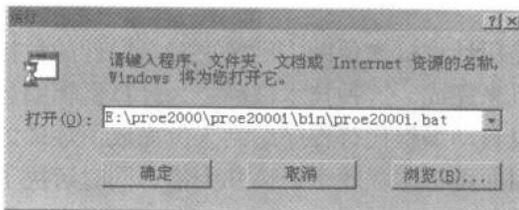

图 1-1
- 利用 Windows 操作系统的运行对话框启动。从桌面左下方 Windows 依次选取开始 | 运行，选取之后系统将会显示运行对话框，用户可利用对话框右下方的浏览按钮搜寻 Pro/ENGINEER 的系统执行文件，或直接输入其路径与文件名称，最后单击确定按钮即可完成运行。如图 1-1 所示为运行对话框的设置。